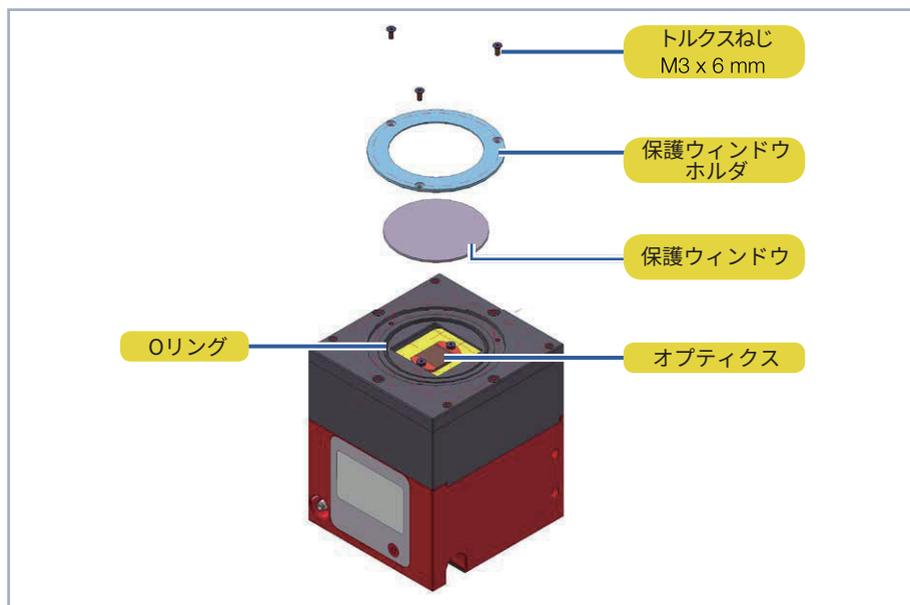

図 16.1 キューブL1の保護ウィンドウ交換
3. 41ページの図16.1に示すようにデバイスを置き、保護ウィンドウホルダを慎重に上に取り外します。
6. 41ページの図16.1に従って保護ウィンドウホルダを配置します。